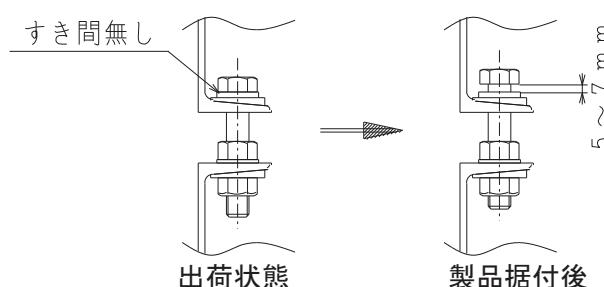

図8 ストッパー螺栓締結状態
- (2) 図8\_出荷状態のようにストッパー螺栓を締め付けた状態で出荷します。納入現場にて製品据付後は、必ずストッパー螺栓を図8\_製品据付後に示すような位置まで緩め、固定してください。
ロックした状態(図8\_出荷状態)では、期待される防振効果が得られません。